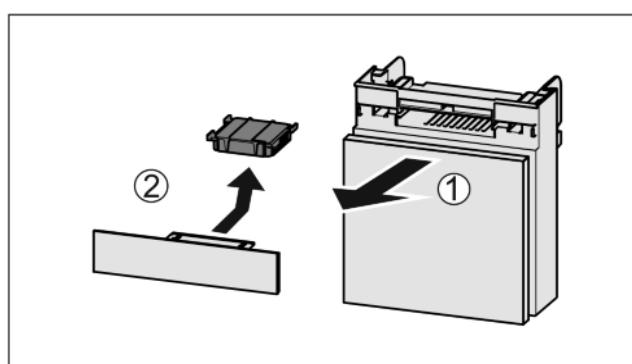

Fig. 41
- Издърпайте Fig. 41 (1) напред отделението.
- Извадете Fig. 41 (2) филтъра с активен въглен.